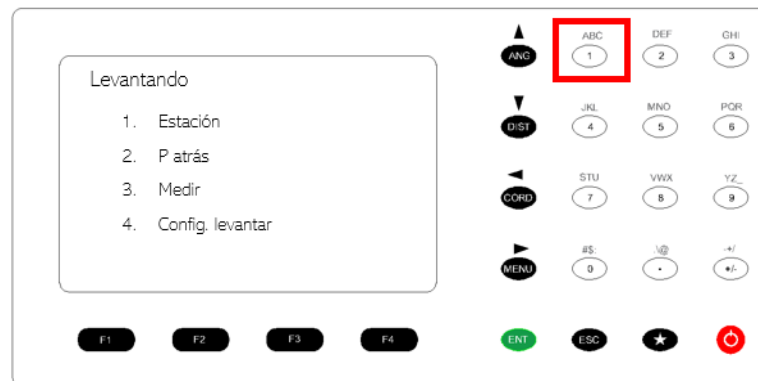

Figura 87. menú de configuración de la estación.
20. Presionar botón 1. Estación para entrar al menú de configuración de la estación. Figura 87.